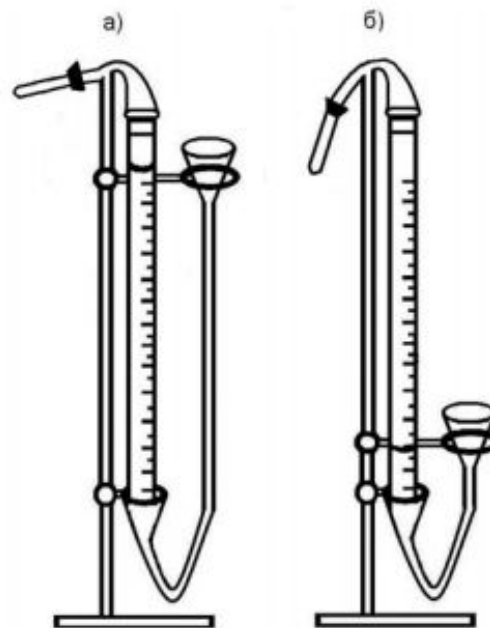

Рис. 4. Положение пробирки: а – перед реакцией; б – после реакции
Плотно закрыть пробирку пробкой, следя за тем, чтобы металл раньше времени не упал в кислоту (рис. 4 а). Отметить и записать начальный уровень воды в бюретке ( $a_1$ ) и стряхнуть металл в кислоту.
- Когда закончится реакция, дать пробирке остыть, опустить воронку (не снимая пробирки) до одинакового уровня воды в бюретке и воронке (рис. 4 б). Отметить и записать